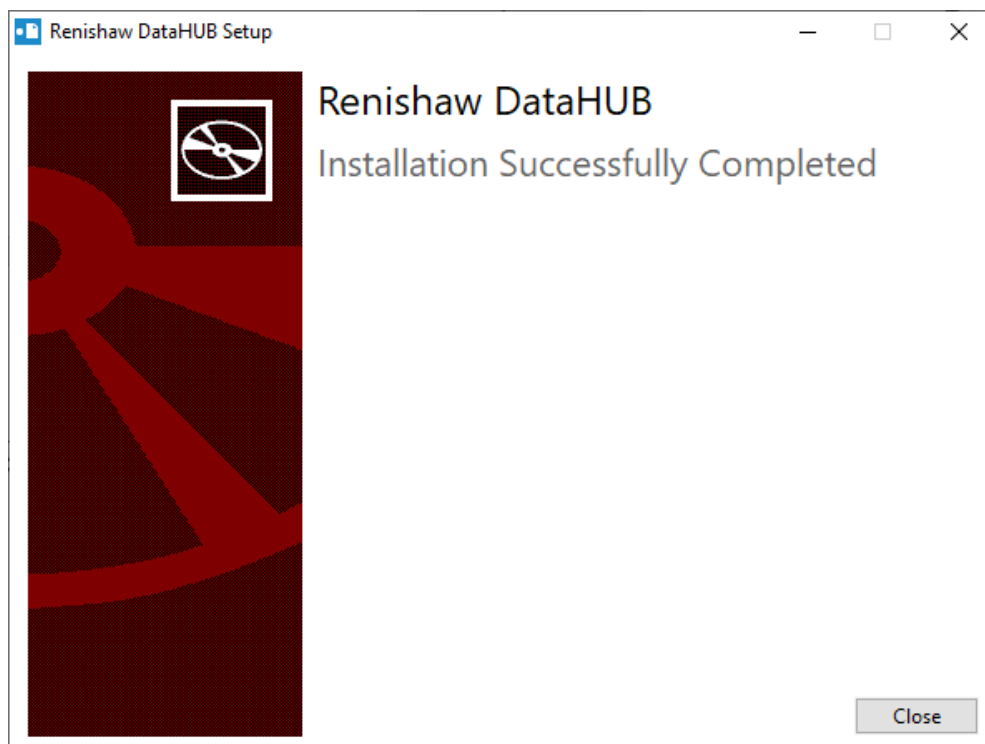

Abbildung 25 DataHUB Installation abgeschlossen
13. Wählen Sie **Close** (Schließen) (siehe Abbildung 25).